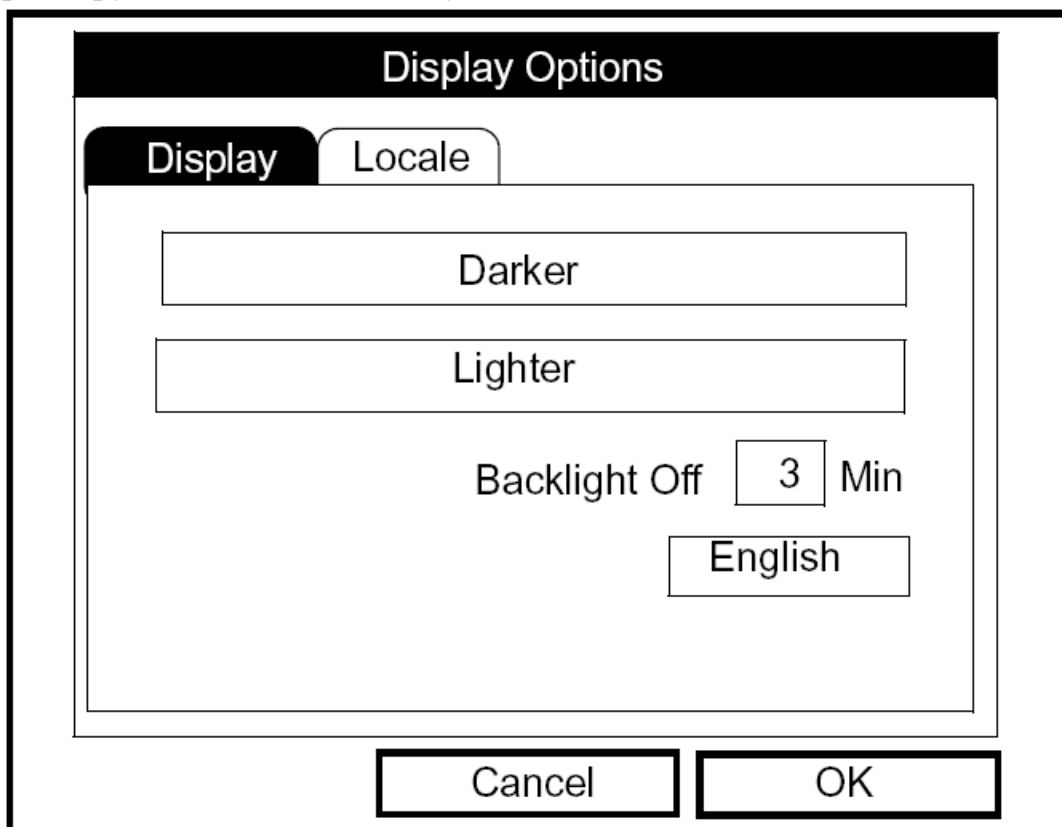

Рис. 7-5: Закладка Display в окне Display Options
1. В меню Meter перейдите к пункту Contrast и нажмите клавишу [ENTER]. Окно Display Options откроется на закладке Display, как показано ниже на рис. 7-5. (Находясь в закладке Format нажимайте клавишу [◀] для перехода к закладке Display). Для пошагового перемещения к каждому параметру нажимайте клавишу [▼].
Окно Display Options откроется на закладке Display, как показано на рис. 7-5 на стр. 7-12.